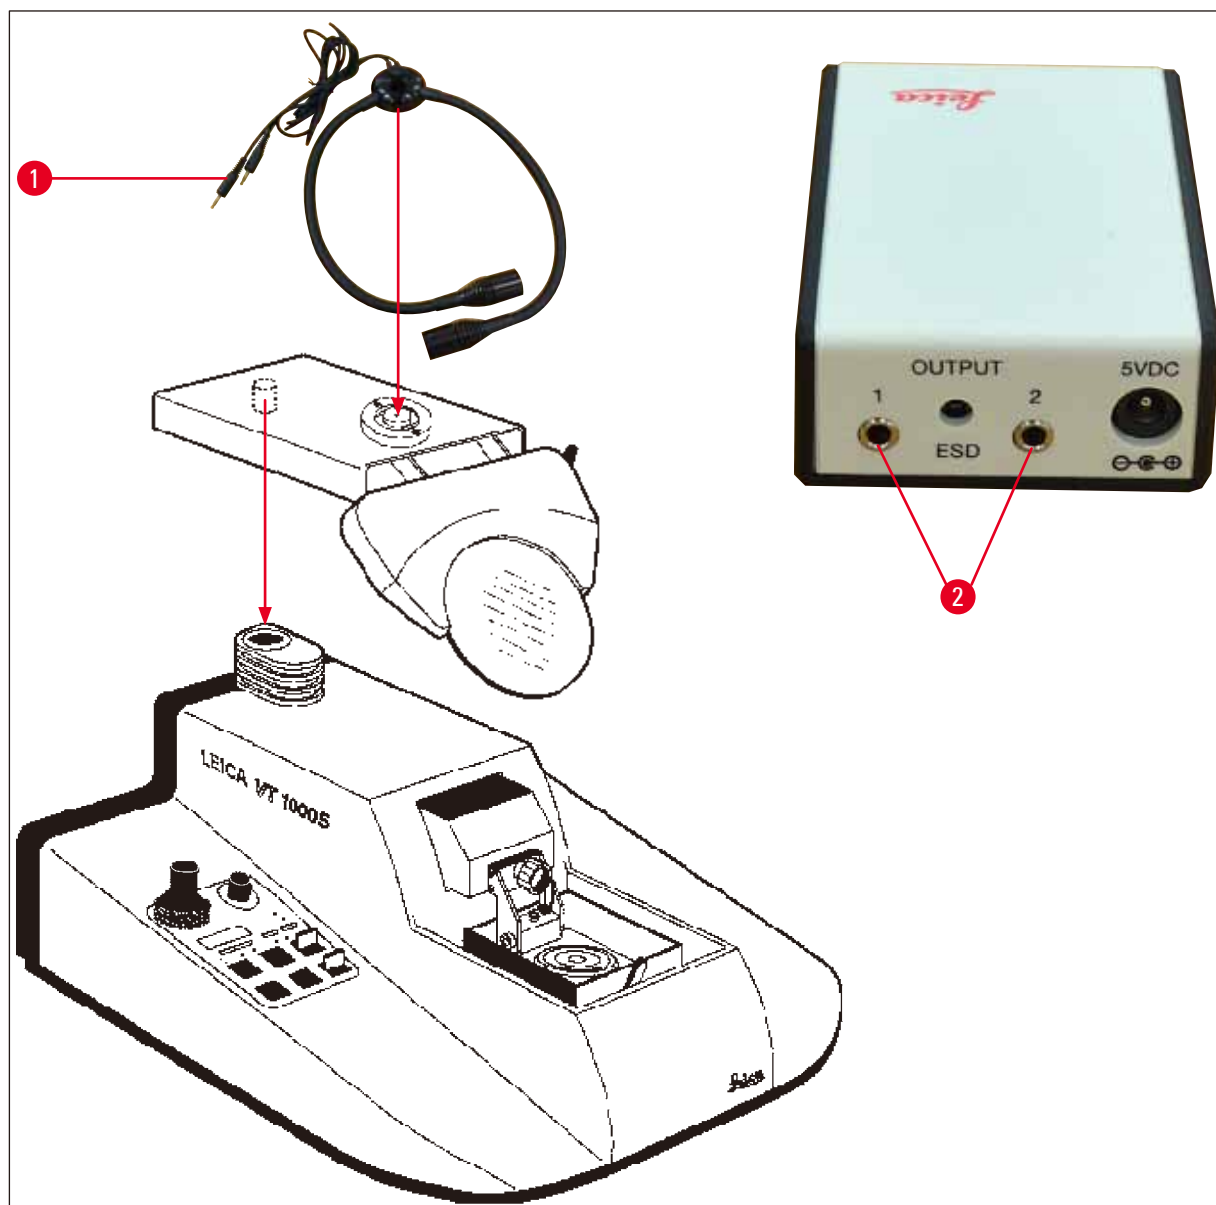

Fig. 9
7. Conecte el soporte de la lupa con el módulo de focos LED Hi-Power de dos brazos como se muestra en la figura (→ Fig. 9). Conecte el enchufe (→ Fig. 9-1) del módulo de focos LED Hi-Power de dos brazos en la toma (→ Fig. 9-2) del módulo del foco Hi-Power, LED 1000.